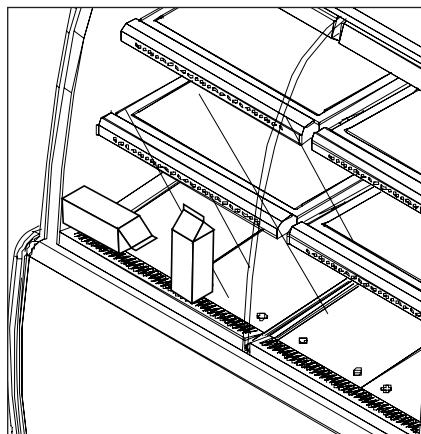

Fig. 8
- No obstruya con producto las ranuras que garantizan la correcta circulación del aire refrigerado. (Fig. 8)